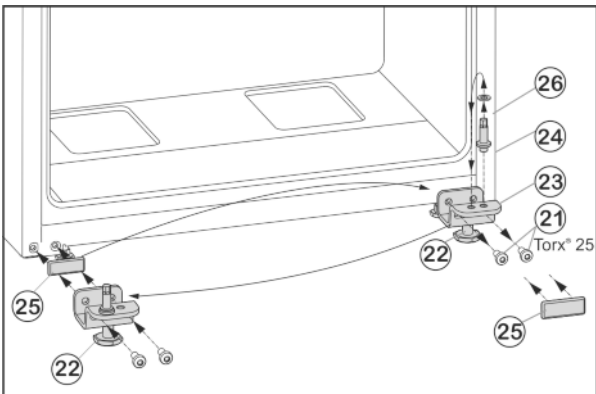

Fig. 9
- ▶ Викрутіть гвинти кріплення *Fig. 9 (21)*.
- ▶ Зніміть нижній опорний кронштейн *Fig. 9 (23)* разом із гвинтом *Fig. 9 (24)*, шайбою *Fig. 9 (26)* та установочною ніжкою *Fig. 9 (22)*.
- ▶ Відкрутіть гвинт *Fig. 9 (24)* разом із шайбою *Fig. 9 (26)*, переставте їх у протилежний отвір опорного кронштейна та знову закрутіть.
- ▶ Обережно зніміть кришку *Fig. 9 (25)* і переставте її на протилежний бік.
- ▶ Знову прикрутіть нижній опорний кронштейн *Fig. 9 (23)* разом із гвинтом *Fig. 9 (24)*, шайбою *Fig. 9 (26)* та установочною ніжкою *Fig. 9 (22)* на новий бік шарніра (**з моментом 4 Нм**), у разі необхідності скористайтеся пристроєм для електричного закручування гвинтів.
- ▶ Встановіть дверцята зверху на опорний гвинт *Fig. 9 (24)*.
- ▶ Викрутіть установочну ніжку *Fig. 9 (22)* на нижньому опорному кронштейні *Fig. 9 (23)*, доки він не буде опиратися на підлогу.